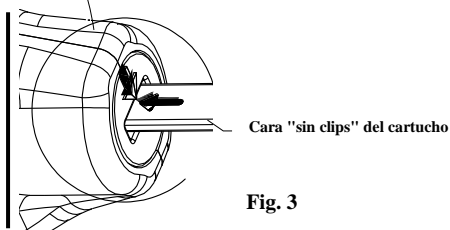

Fig. 3
3. Alinear la flecha de la parte posterior del aplicador de clips con la flecha del cartucho, tal y como se muestra en la fig. 3. (La flecha del cartucho debe verse por la cara "sin clips" del cartucho).